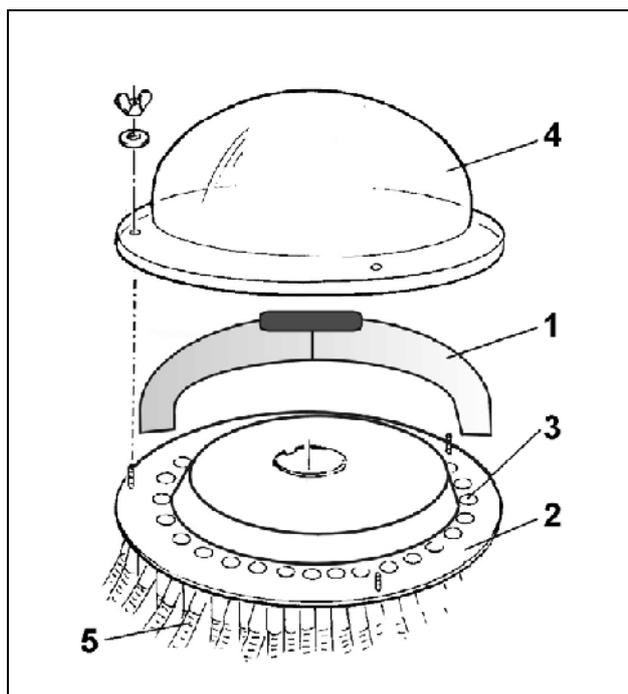
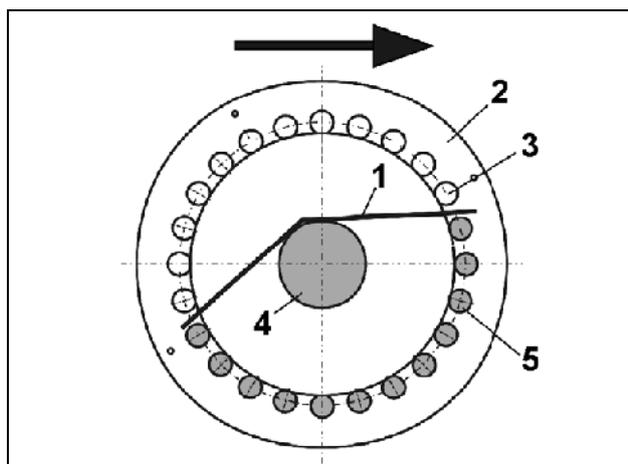

Fig. 68
Fig. 69
Con el inserto (Fig. 68/1) para el cierre de las salidas en el cabezal de distribución se distribuye la corriente de simiente sobre la mitad de todas las salidas (Fig. 68/3) y así sobre la mitad de todas las rejas. A elección puede, de esta manera, interrumpirse la alimentación hacia las rejas sobre la mitad derecha o izquierda de la máquina y sembrarse con la otra mitad de la máquina.
- Desmontar caperuza de distribución (Fig. 68/4)
- colocar el inserto (Fig. 68/1 ó Fig. 69/1) de tal manera sobre la placa de distribución (Fig. 68/2 ó Fig. 69/2), que queden cerradas las salidas deseadas del inserto.
- en la vista en planta (ver Fig. 69) se encuentran
- las salidas cerradas, no rayadas (Fig. 69/3) sobre el lado opuesto al tubo ondulado (Fig. 69/4)
- las salidas abiertas, representadas en forma rayada (Fig. 69/5) sobre el lado que muestra al tubo ondulado (Fig. 69/4).
- Controle en todo caso en el recorrido de las mangueras de conducción de simiente (Fig. 68/5), si el inserto cierra el flujo de simiente hacia las rejas deseadas.
- Con un útil adecuado, marque el asiento del inserto sobre la placa de distribución (Fig. 69/2), para que en aplicaciones posteriores Ud. encuentre rápidamente la posición del inserto sobre la placa.
- Ajuste la caperuza de distribución (Fig. 68/4) en el cabezal de distribución. Al fijar la caperuza de distribución, se aprieta el inserto (Fig. 68/1).